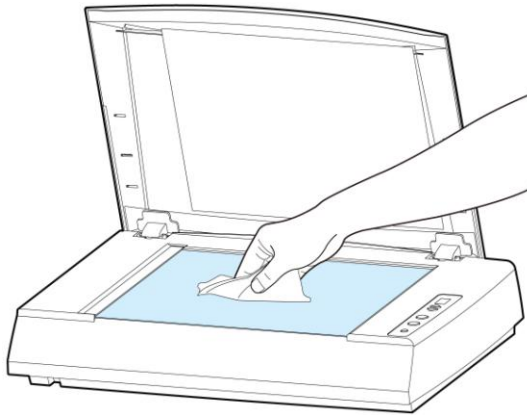

図 6-1
- 2) 図 6-1 に示されるように、ドキュメントカバーを開く。ドキュメントガラスを拭きます。